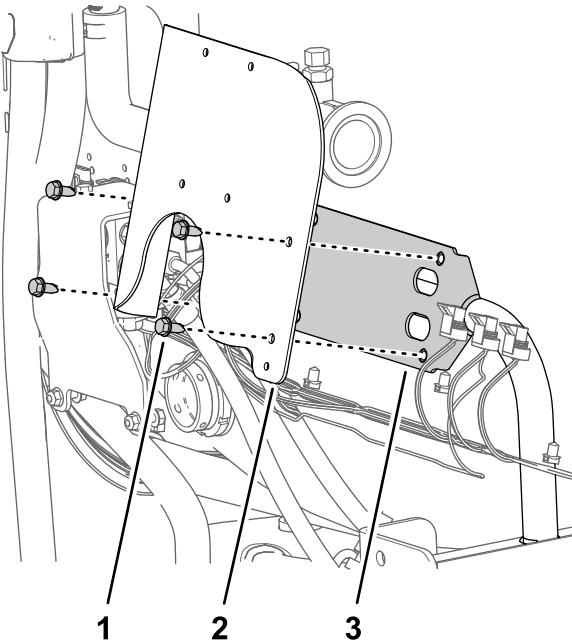

Bild 74
1. Flüchten Sie die Löcher in der Halterung für das Durchflussmessgerät mit den Löchern in der Ventilbefestigung aus (Bild 74).